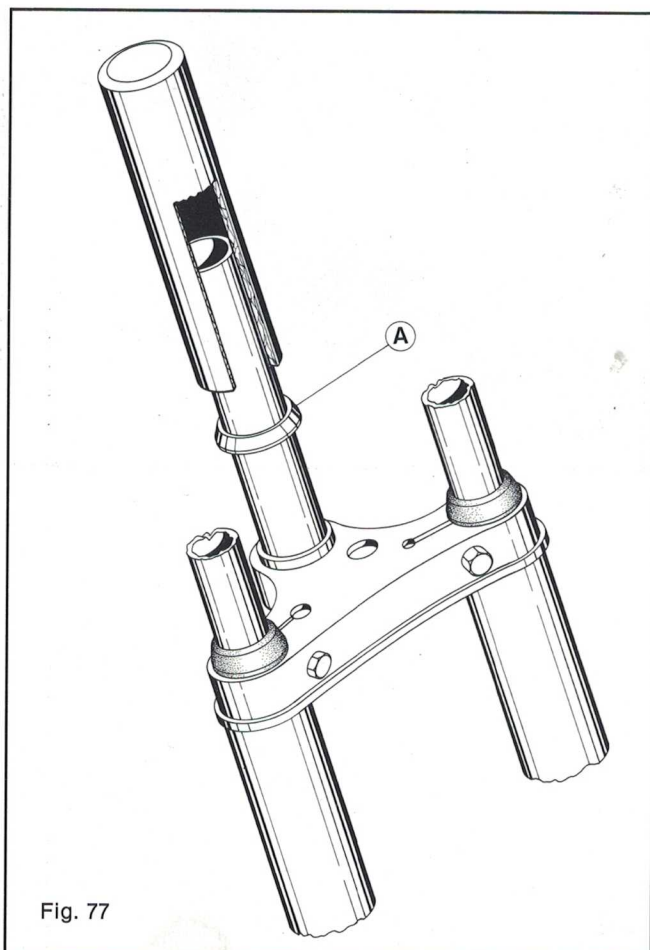

Fig. 77
**Fig. 77 - Sede inferiore del cuscinetto inferiore sterzo:** introdurre sullo sterzo la sede inferiore «A» e impiegando uno spezzone di tubo ( $\varnothing$  interno mm. 34 e lungo mm. 220) spingere, mediante colpi di mazzuolo, a battuta la sede «A».